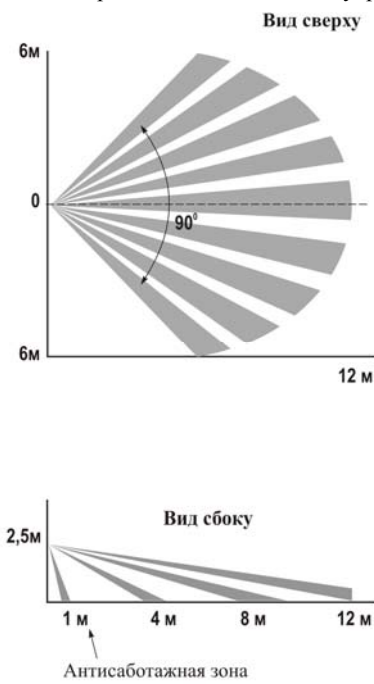

Рисунок 2
- г) сделать разметку на несущей поверхности на необходимой высоте (см. п. 1.2 и рисунок 2);